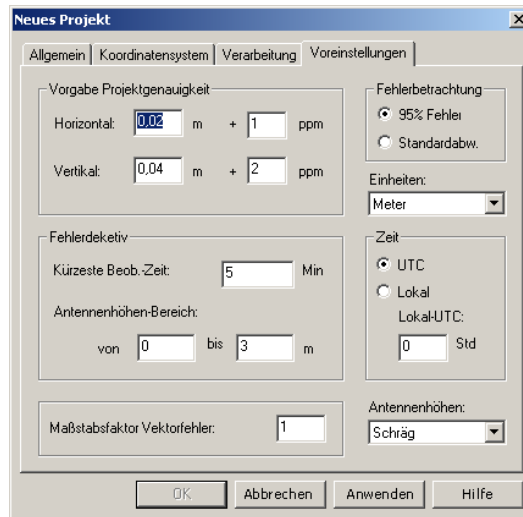

Abbildung 3.5. Dialogfeld "Neues Projekt" - Registerkarte "Verschiedenes"
5. Klicken Sie auf **Verschiedenes**, um die Registerkarte **Voreinstellungen** aufzurufen, Abbildung 3.5.